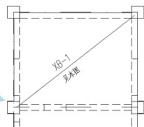

图 5.38 写配板文字 2
(3) 启动【复制】命令, 将 “XB-1” 复制到斜线下部并用【文字编辑】命令将其修改为 “见本图”, 结果如图 5.38 所示。